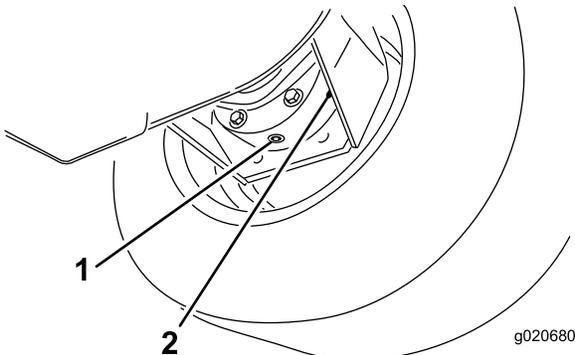

Bild 58
3. Stellen Sie eine Auffangwanne unter das Bremsgehäuse, entfernen Sie die Ablassschraube und lassen das Öl ablaufen (Bild 58).